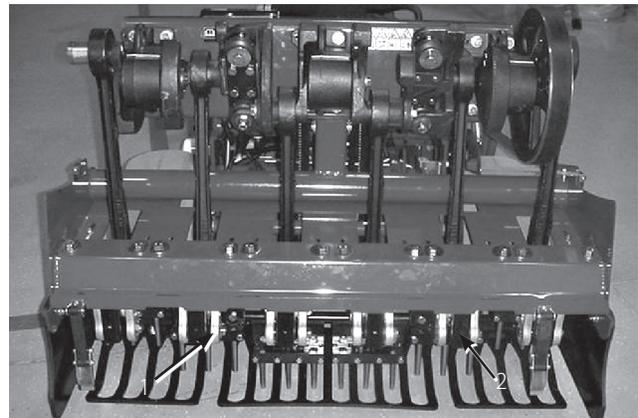

図 25
5. ティン・ホルダー #2 と #5 (図25) にティンを取り付け、キャップスクリューで固定する。